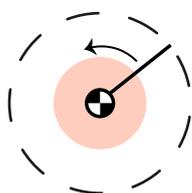

Fig. 3.6 Manovella
**Manovella:** membro che compie rotazione intera intorno al punto fisso del telaio [fig. 3.6].